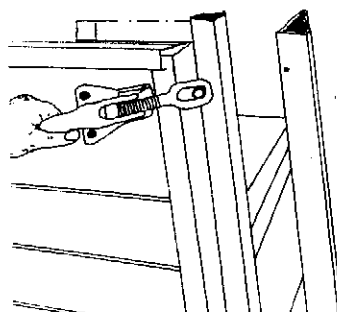

Abb. 18
41. Nun werden die Brackenschlösser, die das Streuerwerk halten, gelöst. (Abb. 18)
- 41) The transom clamps holding the spreader (Fig. 18) are next loosened.
41. Ouvrir les fermetures qui maintiennent le dispositif épanneur (fig. 18).
41. Nu wordt de grendel van de strooier losgemaakt (fig. 18). Let wel: let erop dat de strooier niet omklipt.